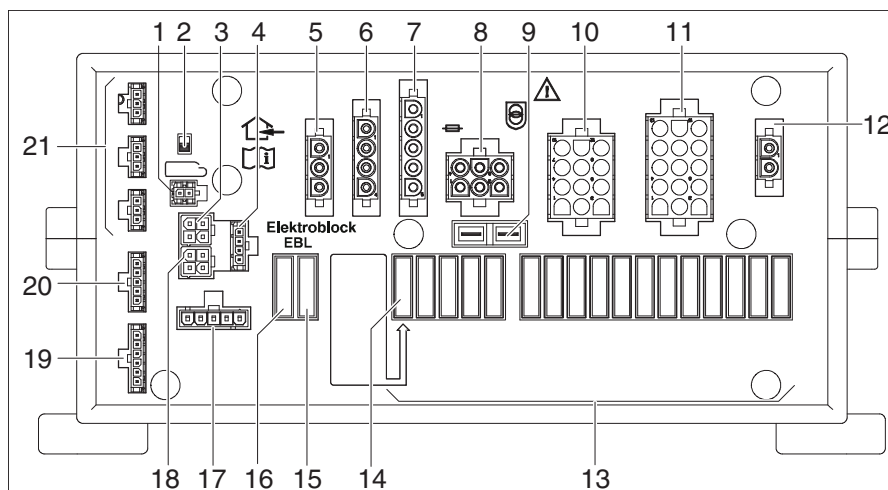

Fig. 247 Centralina elettrica (EBL 402/403)
**Ubicazione** Il blocco elettrico EBL 402/403 (Fig. 247) si trova nel garage di coda, sul lato destro.
- ▷ L'interruttore staccabatteria (Fig. 247,2) disconnette dalla rete a 12 V tutte le utenze collegate alla centralina elettrica.
- Spegner e accendere per tre volte, in successione, l'interruttore scaricabatteria (Fig. 247,2).